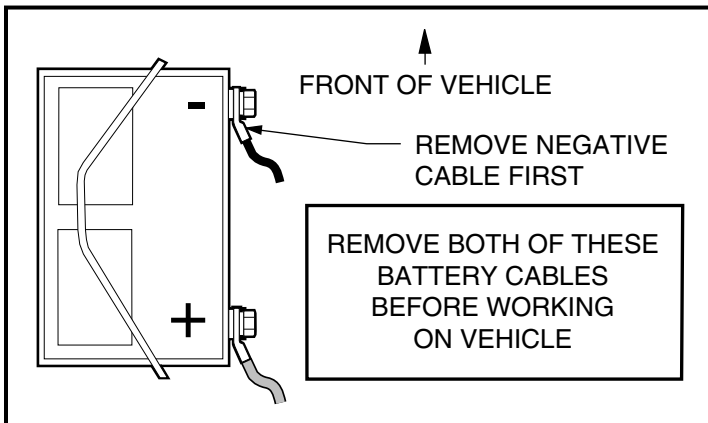

FIGURE 12-1
- DISCONNECT BATTERY CABLES, NEGATIVE (-) FIRST AS SHOWN (**FIGURE 12-1, PAGE 82**).
- DISCONNECT THE BATTERY AS SHOWN (**FIGURE 12-1, PAGE 82**).